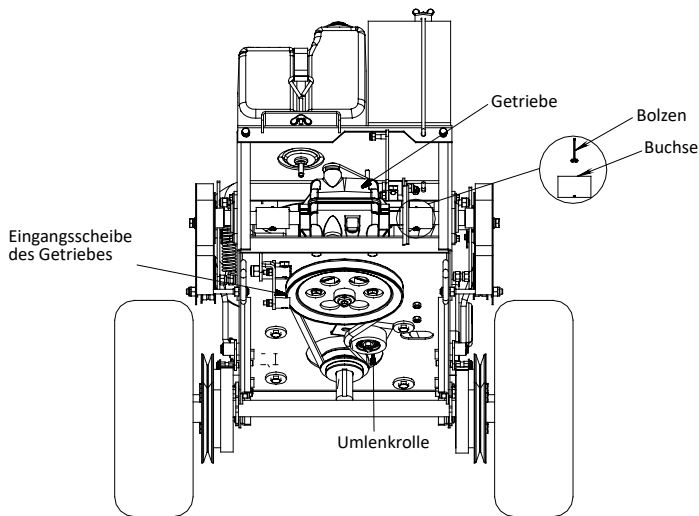

ABB. 13.
- Zum Schluss die M6×16-Schrauben des linken und rechten Verbindungslagers sowie die Sechskantschrauben der inneren Welle festziehen. (Siehe ABB. 13)